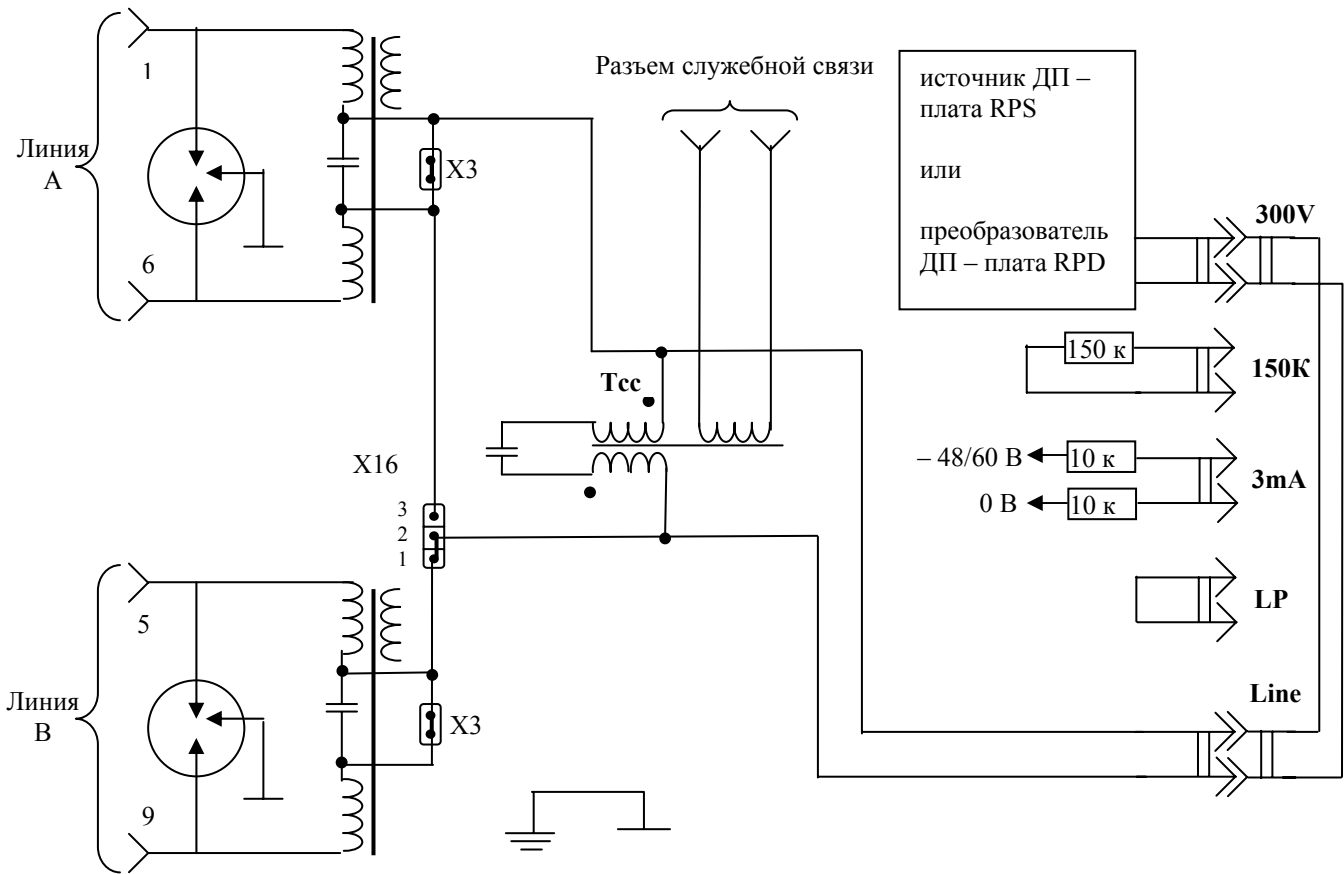
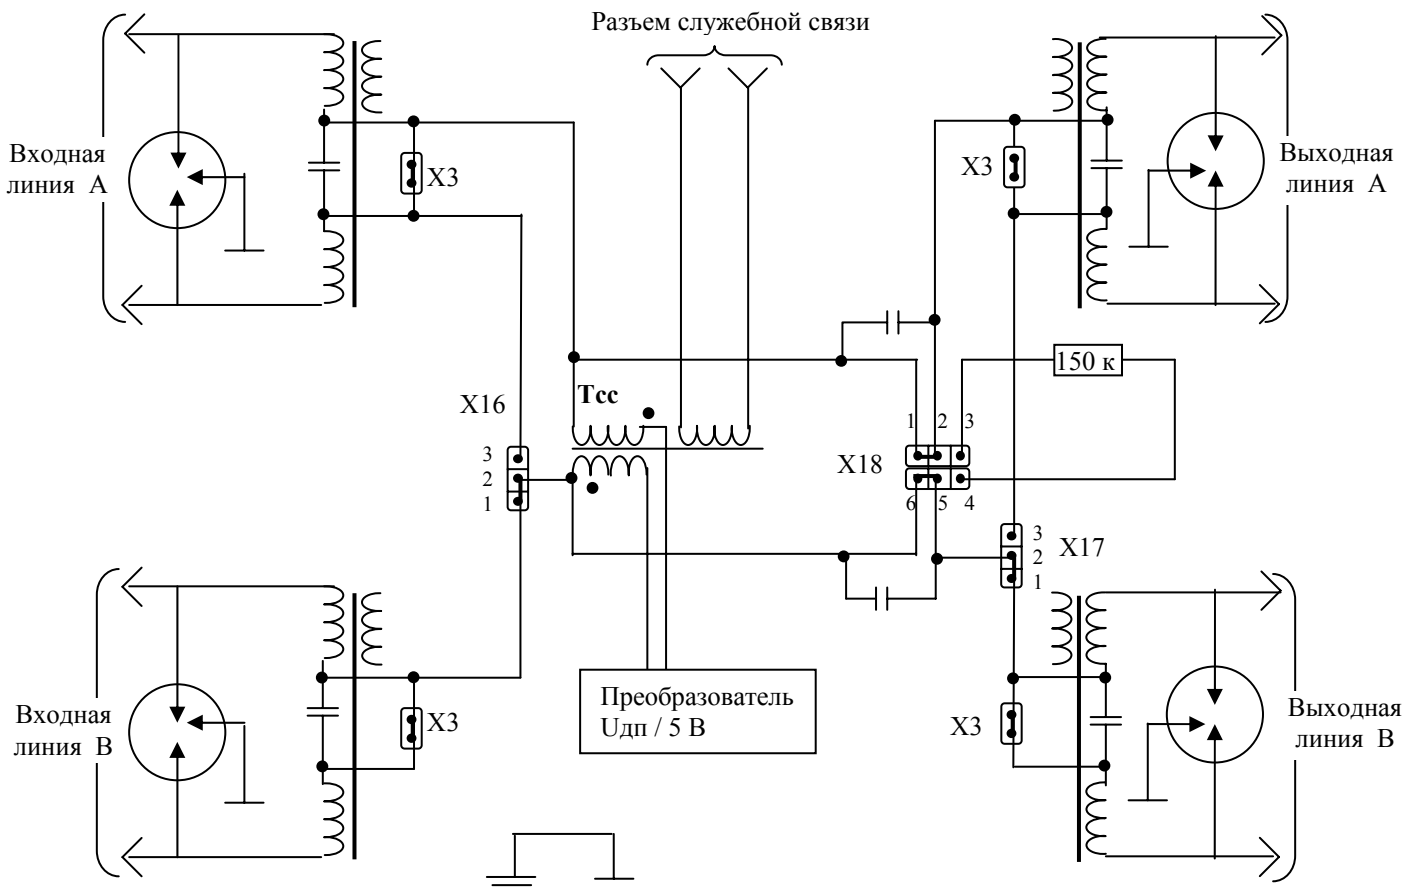

Рис. 7. Схема цепи ДП модема MC04-DSL2.bis-xxx-60V / RPS / RPD.
Рис. 8. Схема цепи ДП регенератора MC04-1/2B.bis.
Схемы цепей ДП модема и регенератора приведены на рис.7 и 8. В системе предусмотрены два варианта ДП: по одной линейной паре (схема «провод–провод») и по фантомной цепи двух линейных пар (схема «пара–пара»). При питании по одной линейной паре напряжение ДП подается через расщепленную по постоянному току среднюю точку линейного трансформатора. При питании по двум линейным парам напряжение ДП подается через средние точки двух линейных трансформаторов.
7.3.4. Шнур питания линии, коммутирующий разъем **Line** с разъемами **LP, 3mA, 150k, 300V** на задней панели модема, обеспечивает 4 режима питания линии (см. рис. 7).
Для обеспечения служебных разговоров между станцией и регенерационными пунктами в состав аппаратуры включен канал служебной связи, организованный по рабочим парам **двухпарных** линейных трактов. Служебная связь (СС) функционирует независимо от наличия или отсутствия напряжения ДП. Связь обеспечивается через трансформаторы служебной связи **Тсс**, первичные обмотки которых включены в цепь ДП модема и регенератора согласно схемам на рис. 7 и рис. 8. Передача сигнала СС между первой и второй секциями длинных трактов с двухсторонним питанием производится через конденсаторы, шунтирующие разрыв между контактами X18 в конечном регенераторе MC04–2B.bis–Т–К.